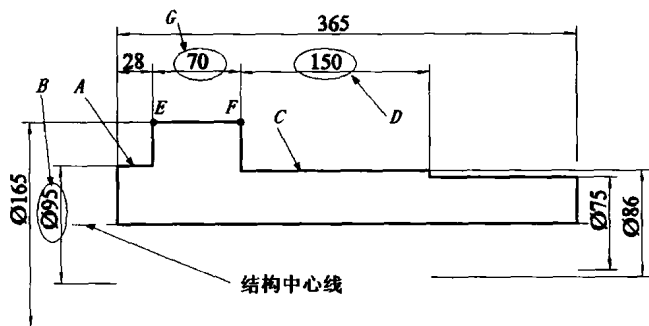

图2-1
【练习2-1】：草绘阶梯轴半侧轮廓线，如图 2-1 所示。
3. 参照图 2-1 标注直径尺寸。
4. 参照图 2-1 标注线段尺寸。